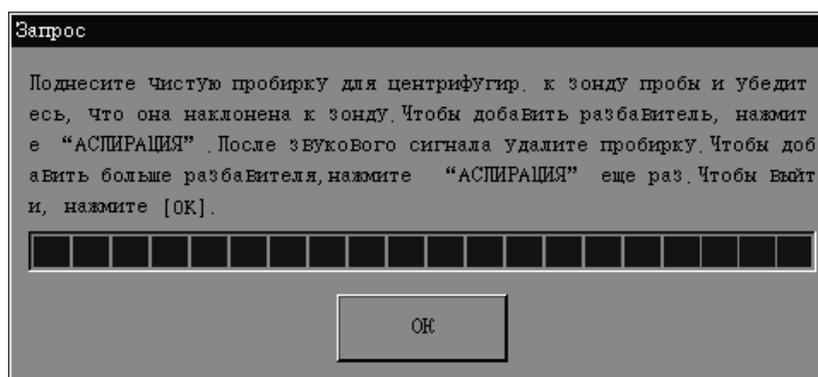

Рисунок 6-5 Диалоговое окно добавления разбавителя
6. **НАЖМИТЕ** кнопку «Разбав» на экране «Подсчет». Откроется диалоговое окно, сообщающее о подготовке анализатора к добавлению разбавителя. По окончании подготовки это диалоговое окно закрывается, и открывается другое диалоговое окно (Рисунок 6-5).